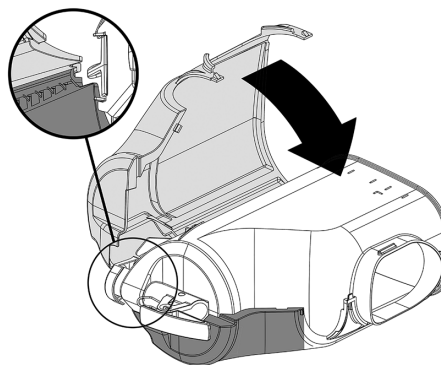
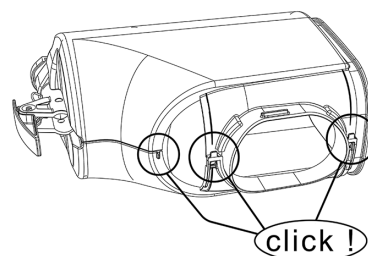

figure 4
figure 5
- 2 Placer la partie gauche du couvercle enveloppant en veillant à bien faire correspondre l'emboîtement indiqué. Fermer maintenant en faisant cliquer les deux parties. (voir figure 4)(voir figure 5).